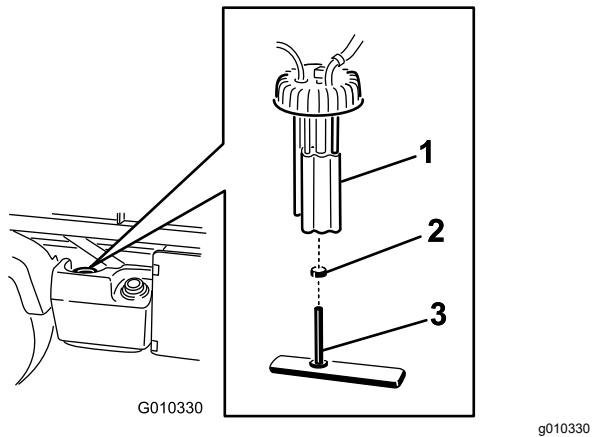

Рисунок 38
- Отсоедините разъемы жгута проводов от топливного насоса (Рисунок 38).
- Ослабьте зажим шланга и отсоедините топливный трубопровод от крышки топливного насоса (Рисунок 38).
- Снимите крышку топливного насоса с верхней части топливного бака (Рисунок 38).
- Извлеките из топливного бака узел топливного насоса и топливный фильтр (Рисунок 38).
- Отсоедините шланг от штуцера (Рисунок 38).